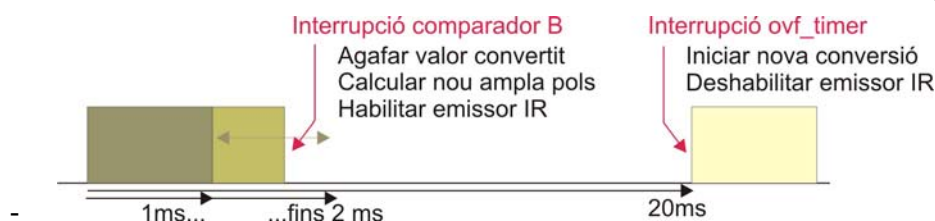

Figura 6.3
- Acoblant el funcionament del convertidor en el funcionament del motor, d'acord a la figura 6.3.